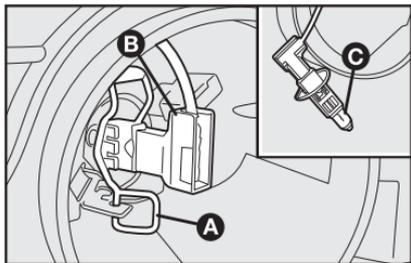

fig. 16
- desligar o conector elétrico **B**-fig. 16;
- desenganchar a mola do bloqueador da lâmpada **A**-fig. 16, pressionando-a no sentido da frente do veículo e empurrando-a para o lado direito;